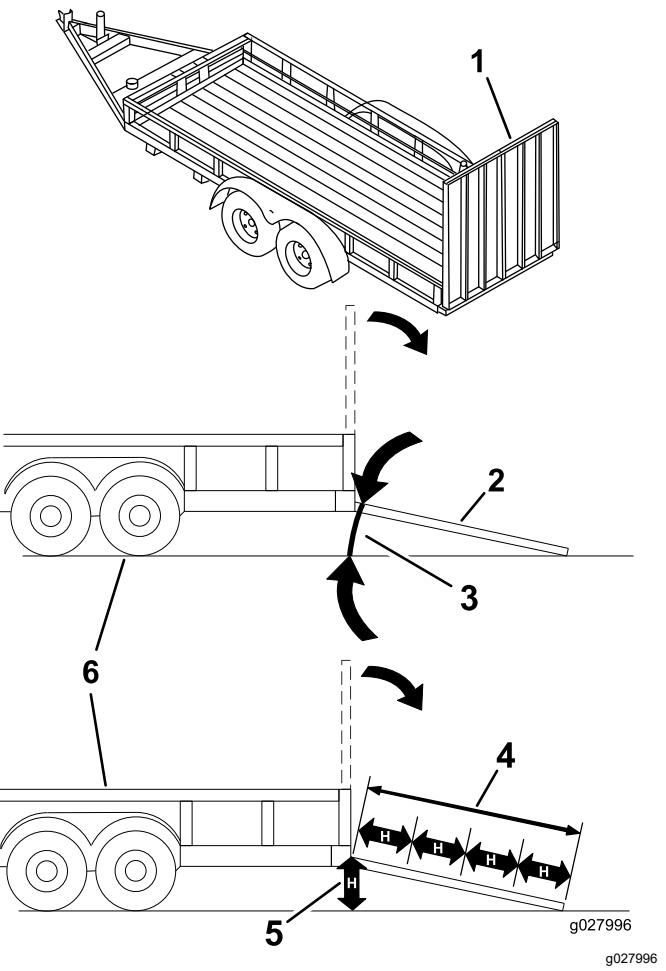

Figure 40
**Le chargement de la machine sur une remorque ou un camion augmente le risque de basculement, et donc de blessures graves ou mortelles (Figure 40).**
3. Abaissez la rampe pour que l'angle avec le sol ne dépasse pas 15 degrés (Figure 40).
1. Abaissez la rampe pour que l'angle avec le sol ne dépasse pas 15 degrés (Figure 40).